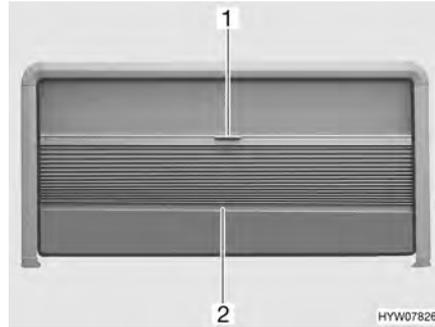

Fig. 69 Fenêtre projetante
- Saisir la tige de fermeture (Fig. 69,2) du dispositif occultant plissé par le milieu et tirer avec précaution vers le bas.
- Maintenir la tige de fermeture (Fig. 69,2) du dispositif occultant plissé par le milieu et pousser ce dernier avec précaution vers le haut.
- Tirer avec précaution la moustiquaire (Fig. 69,1) vers le bas en la maintenant par la poignée.
- Pousser lentement la moustiquaire entièrement vers le haut par la tige de fermeture du dispositif occultant plissé (Fig. 69,2).